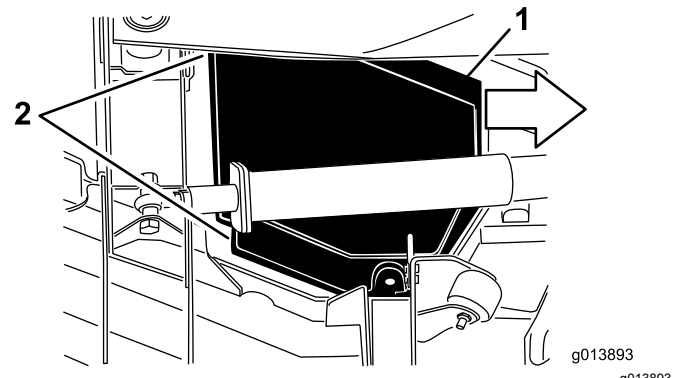

Figura 84
5. Mientras levanta la cubierta, deslícela aproximadamente 2,5 cm hacia la unidad de tracción, para separar el borde exterior de la carcassa (**Figura 84**).